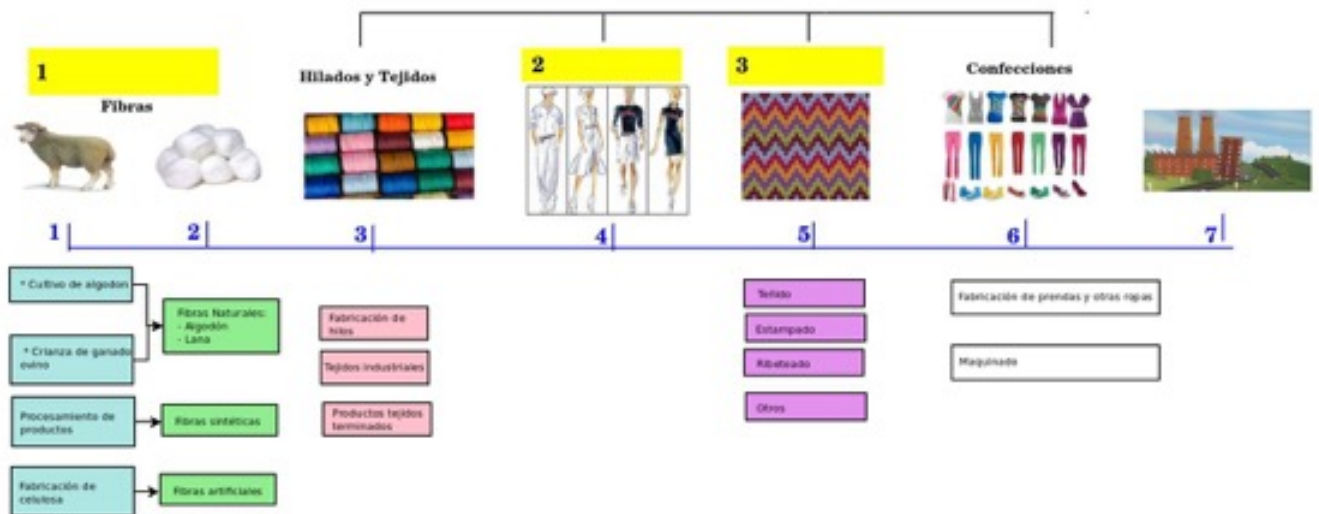

Figura 1. Proceso de Producción textil
4. La Figura 1 muestra los diversos pasos que se requieren para la producción de una prenda de ropa.